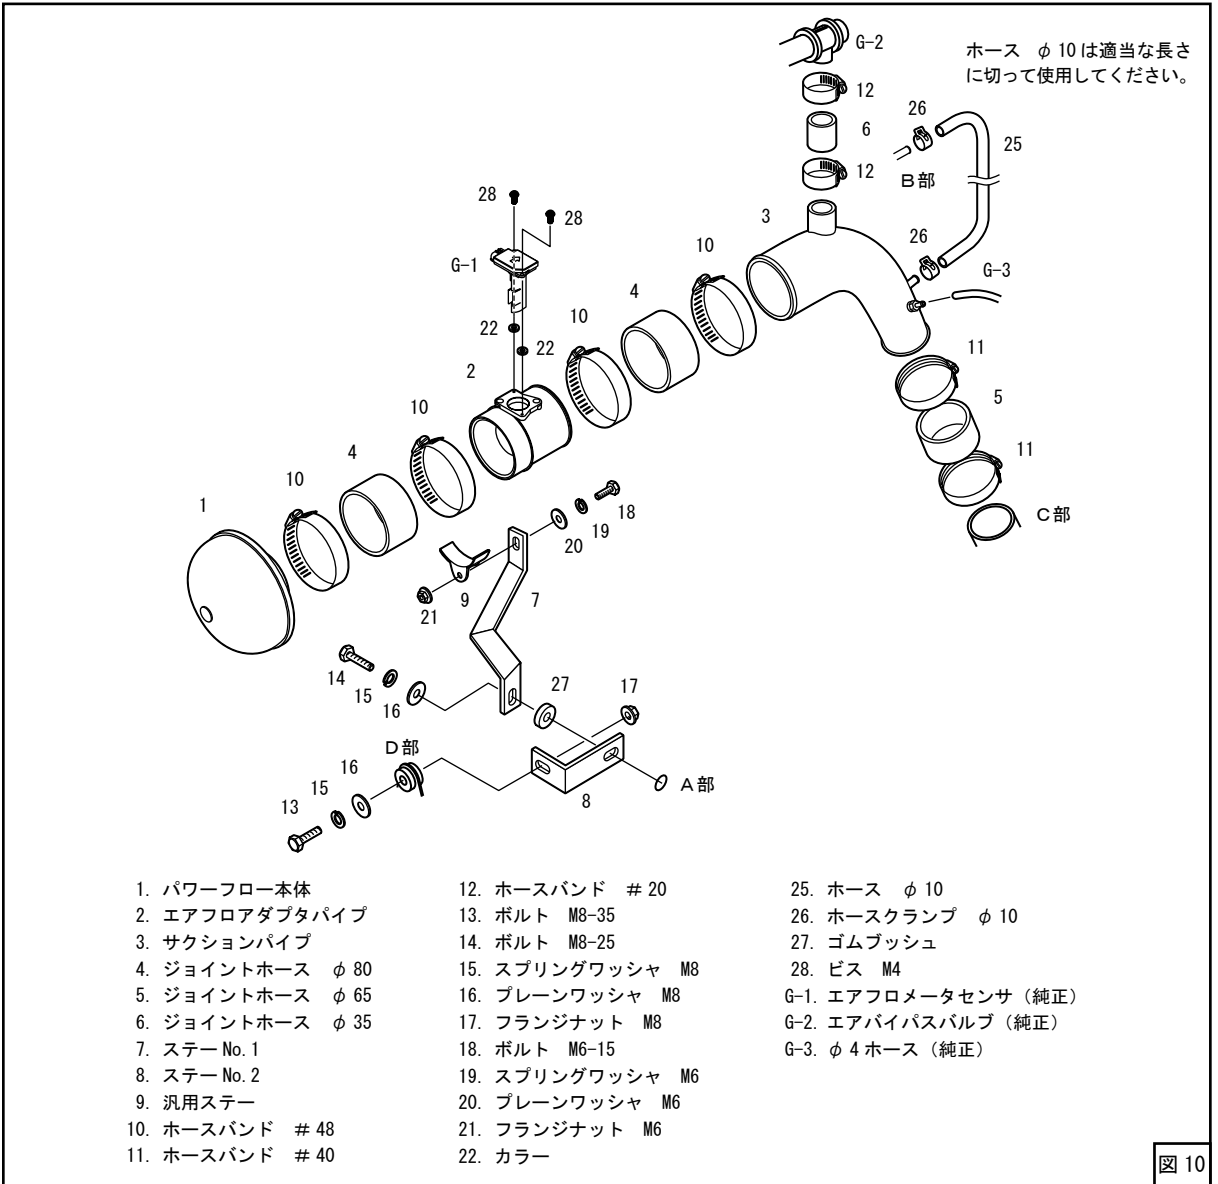
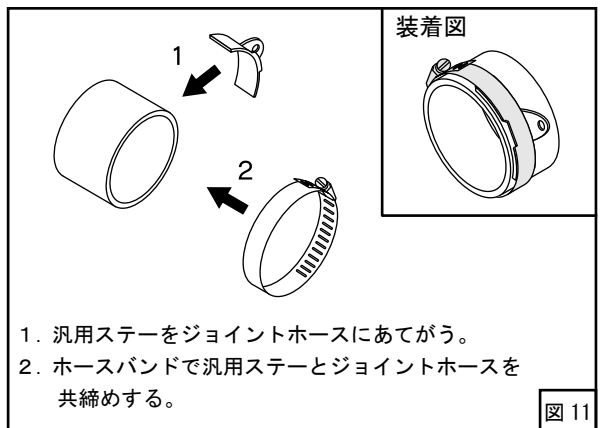

図 10
図 11
- (2) エアフロメータセンサのOリング(純正)がエアフロアダプタパイプに噛み込まないようにしながら図7の位置にいくことを確認し、キットパーツのM4ビスを使用して取付けてください。この時ビスを締めすぎないようにしてください。締め付けトルク 2.0～3.0N・m(0.2～0.3kg・m) (図7、図10)
(3) サクションパイプを固定してください。(図8、図10)
(4) キットパーツを仮付けしてください。(図8、図9、図10、図11)